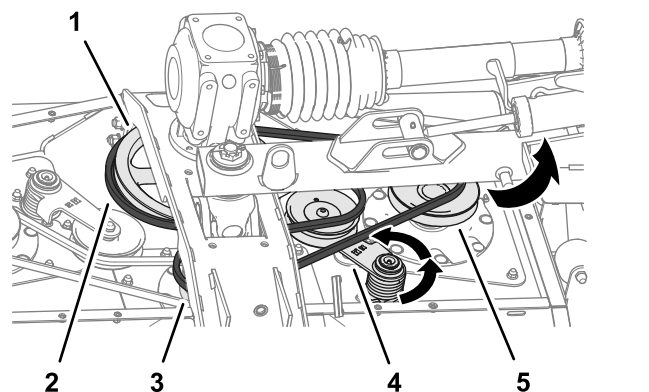

Figura 59
3. Fate scorrere la cinghia lunga via dalla puleggia motrice, dalla puleggia del mandrino centrale e dalla puleggia del mandrino di destra (Figura 59).
2. Utilizzate una barra di interruzione o un utensile simile per ruotare il tendicinghia per la cinghia lunga in senso antiorario e fate scorrere la cinghia via dalla puleggia tendicinghia (Figura 59).